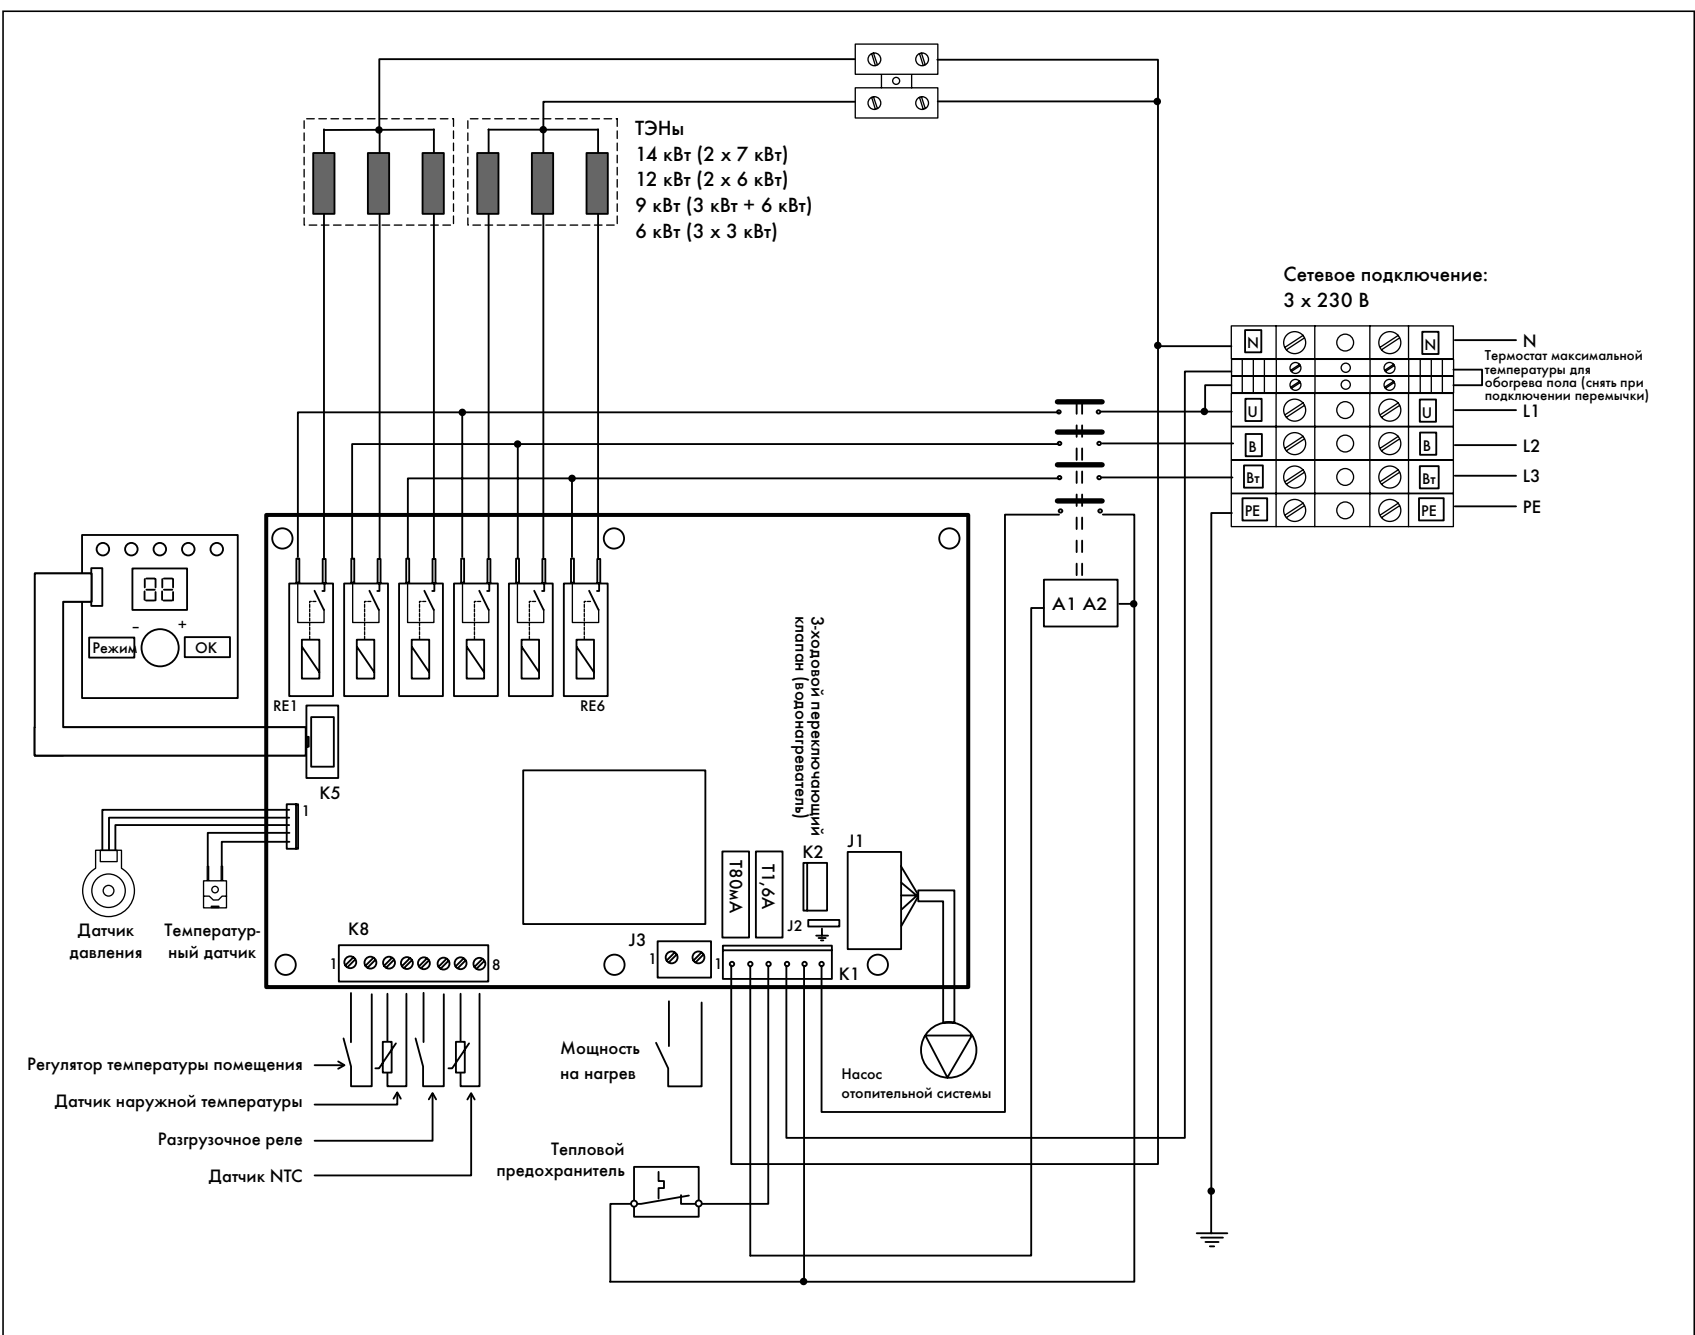

Рис. 5.2 Схема соединений для VE 6, VE 9, VE 12, VE 14
- Проведите сетевую подводящую линию через кабельный ввод (1) слева на нижней стороне прибора.
- Подсоедините соединительный кабель к соответствующим винтовым клеммам (→ Рис. 5.2 - 5.4).
- Снимите перемычку с клеммы J3 (мощность на нагрев) (→ Рис. 5.2 - 5.4).
Внешнее разгрузочное реле подключается к контактам 5 и 6 штекерного соединения K8 (→ Рис. 5.2 – 5.4).